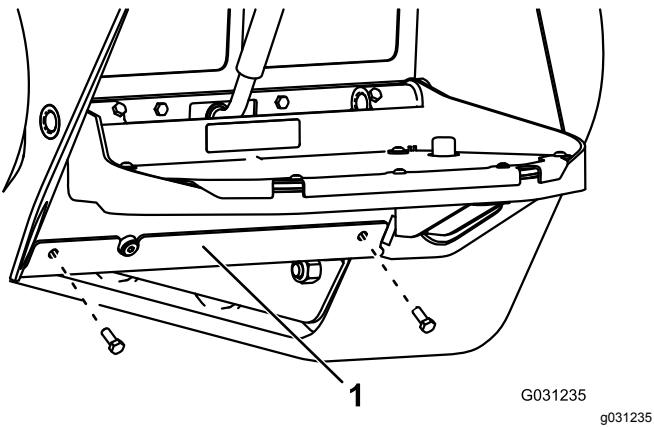

Figura 64
3. Togliete i 2 bulloni che fissano la piastra inferiore e rimuovetela (Figura 64).
7. Installate la piastra inferiore (Figura 64).